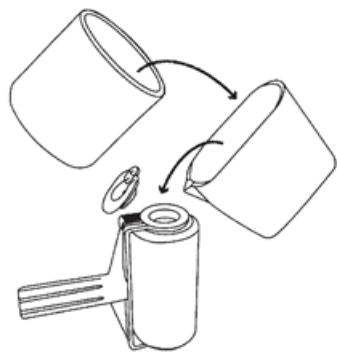

Fig. 1
- 3.Füllen Sie bis zu 900 ml Farbe in den Farbroller mit der Easy Pour Kanne (Abb. 1) .